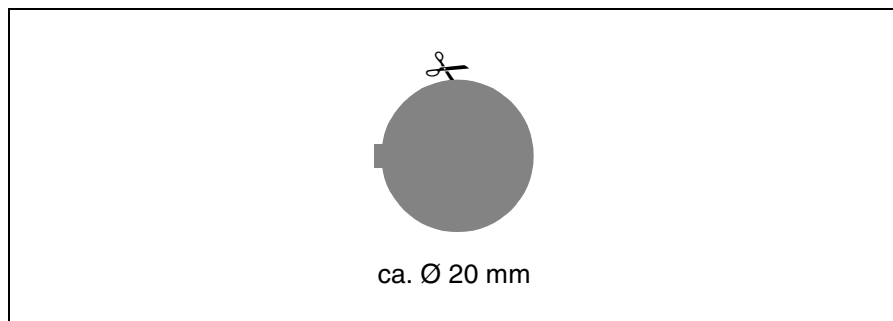

Fig. 11: Dima di montaggio dell'interruttore
- Tracciare il contorno dell'apertura per l'interruttore mediante la dima illustrata in fig. 11.